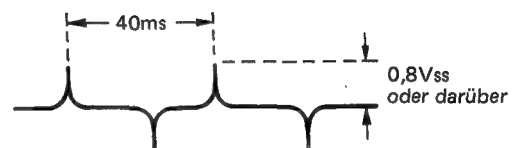

Abb. 8-14
2. Mit dem Oszilloskop (Selbsttriggerung) TP9 beobachten, sicherstellen, daß die in Abb. 8-14 gegebenen Anforderungen erfüllt sind.